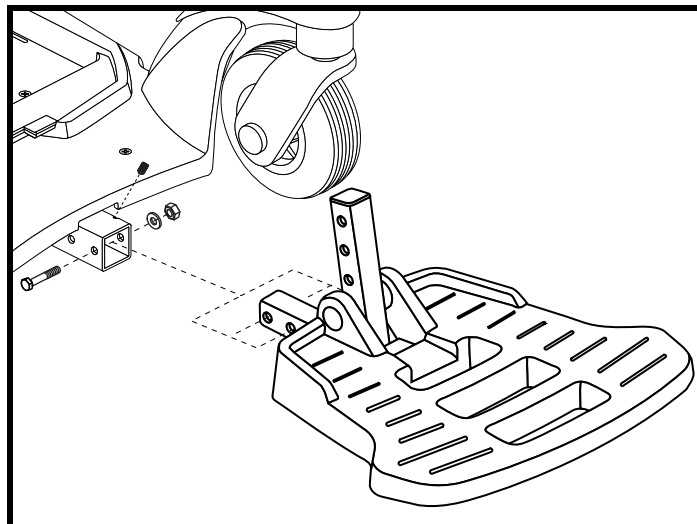

Figure 14. Profondeur du repose-pieds
1. Enlevez le boulon et écrou qui retiennent le repose-pieds. **Voir la figure 14.**